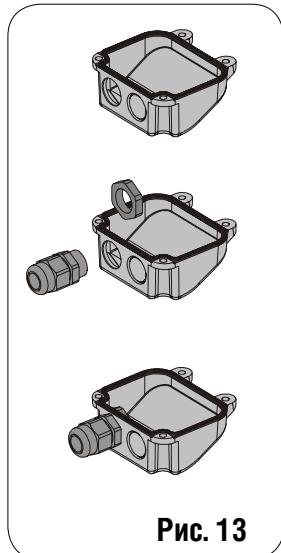

Рис. 13
1) Откройте одно из двух предварительно высверленных отверстий в поставляемой крышки, Рис.13; при эксплуатации приводов с концевыми выключателями откройте два отверстия.